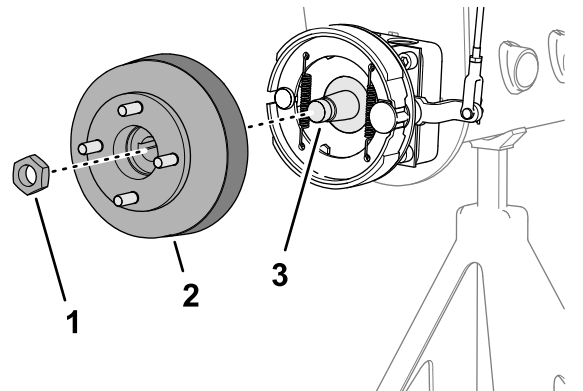
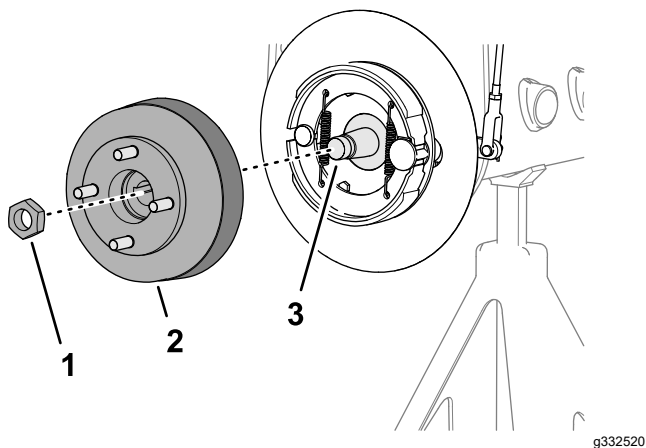

Figure 75
Figure 76
1. Retirez les contre-écrous qui fixent le moyeu sur l'arbre du moteur de roue (Figure 75 ou Figure 76).
4. Utilisez l'extracteur de moyeu de roue spécifié pour déposer le moyeu de roue et le tambour de frein de l'arbre du moteur de roue (Figure 75 ou Figure 76).